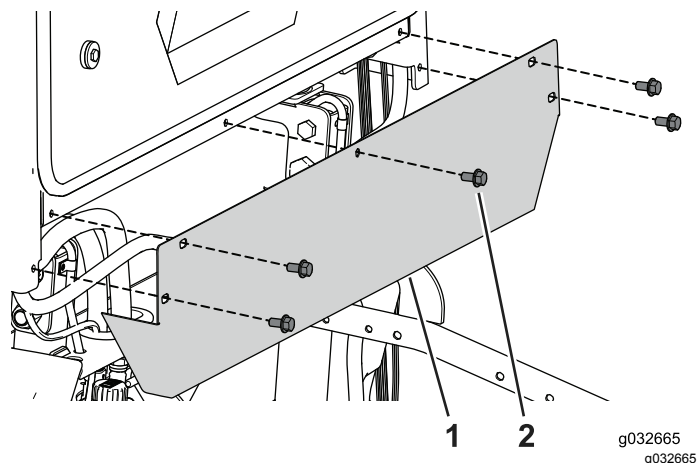

Рисунок 107
- Выверните 5 болтов крепления задней крышки к кабине (Рисунок 107).